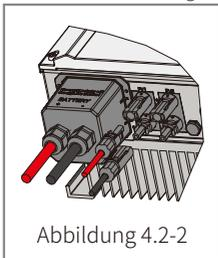

Abbildung 4.2-2
- **PV-Eingangsanschluss:** Prüfen Sie die Verbindungen zwischen dem ES-Wechselrichter und den PV-Modulen und stellen Sie sicher, dass die Polarität (+/-) nicht vertauscht ist. Siehe Abbildung 4.2-2.